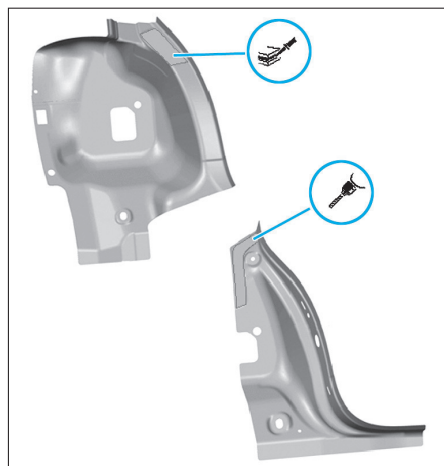

FIG. 109
- Préparer les zones d'accostage puis apposer de la colle bi-composant. (Fig.109).